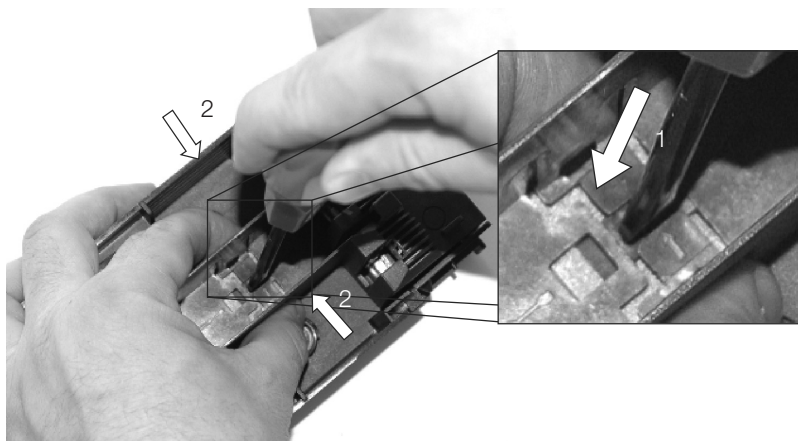

Figura 5
- Retire una de las grapas de la protección con un destornillador (Figura 5);